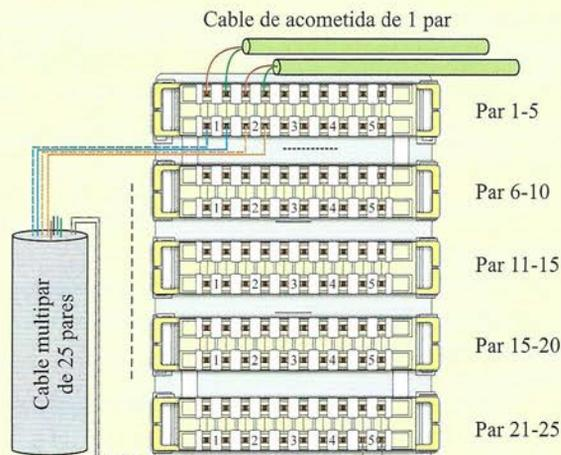

Figura 6.88. Conexión de un cable de pares en las regletas de conexión.
- 6.2. Conexión de cables de pares en regletas de conexión.** Las regletas se utilizan para conectar los cables de pares de una instalación de distribución y dispersión de una ICT. Según la disponibilidad de materiales, tal y como se muestra en la Figura 6.88, utiliza regletas de 5 o de 10 pares para la conexión de un cable de 25 o de 50 pares. Para ello completa el siguiente procedimiento operativo: